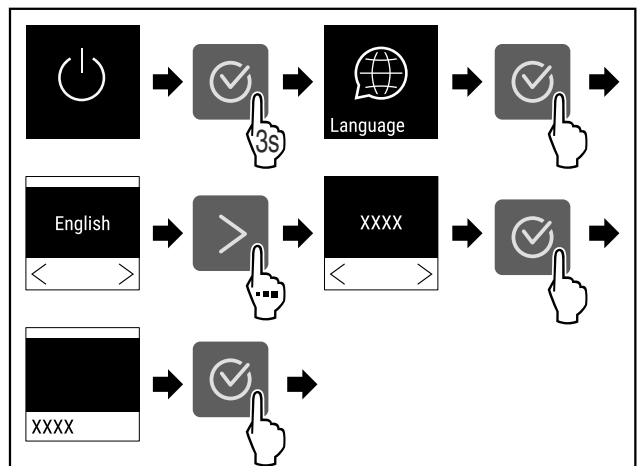

Fig. 52
- ▶ Wykonać czynności (patrz Fig. 52).